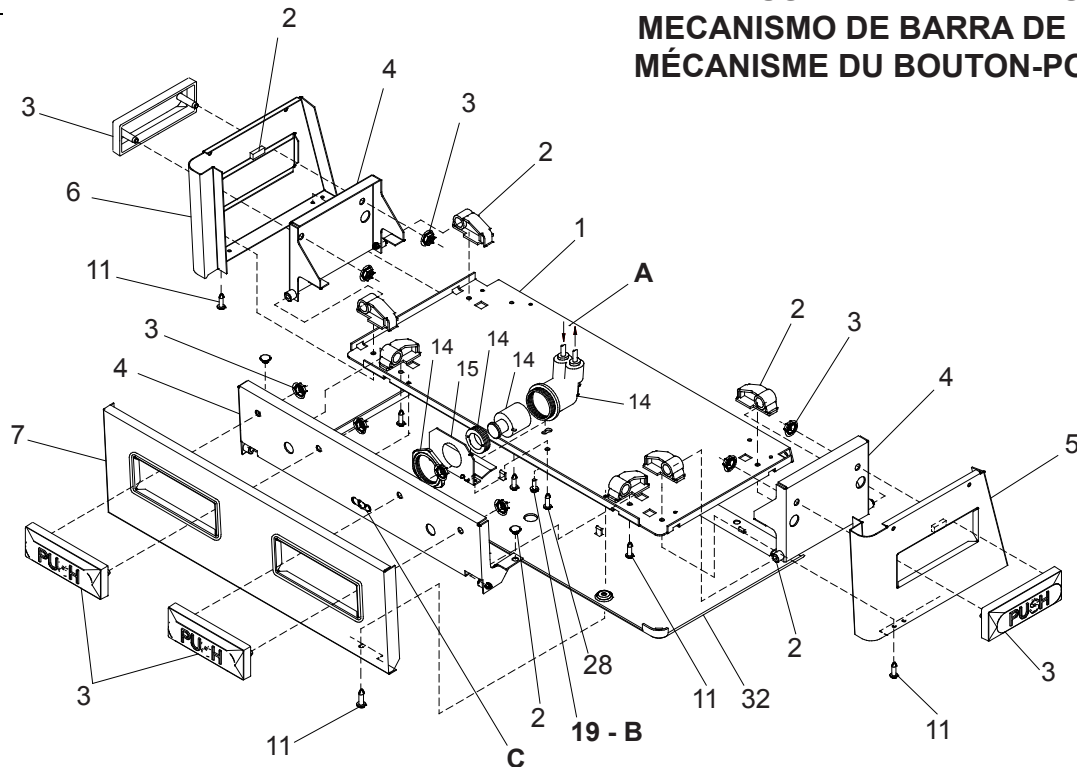

FIG. 5
- 8) Stream height is factory set at 35 PSI. If supply pressure varies greatly from this, adjust screw, accessible by removing front push panel (Item 7, Fig. 5). CW adjustment will raise stream and CCW adjustment will lower stream. For best adjustment, stream should hit basin approximately 6-1/2" (165mm) from bubbler.
- 9) Replace the front panel and secure by retightening four (4) screws.
- 8) Le niveau d'écoulement est réglé en usine à 35 PSI. Si la pression varie beaucoup de ce point, ajustez la vis que l'on peut atteindre en retirant le panneau avant (article 7, fig.5). Si vous ajustez dans le sens des aiguilles d'une montre, le jet augmentera et dans le sens contraire, le jet diminuera. Le meilleur ajustement est lorsque le jet frappe le bassin à environ 6-1/2" (165mm) du barboteur.
- 9) Remplacez le panneau avant et fixez le en place en resserrant les quatre (4) vis.